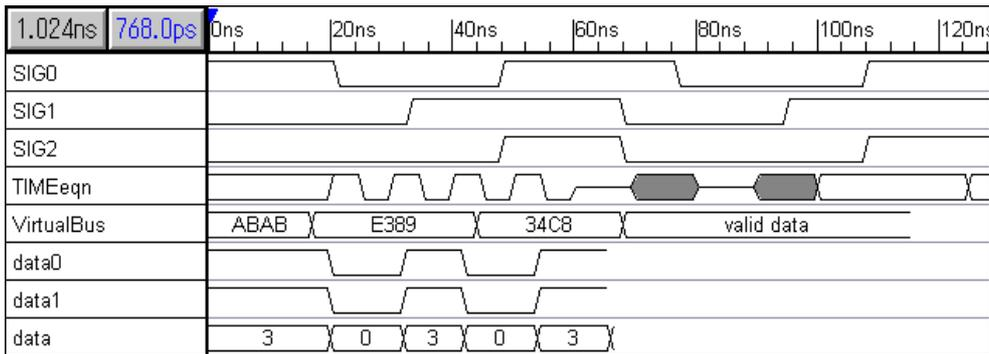

図 2.13 バス・データ描画の例
15. つぎに他の四つのセグメントをそれぞれ、1、2、3、0 に編集します(図 2.13)。